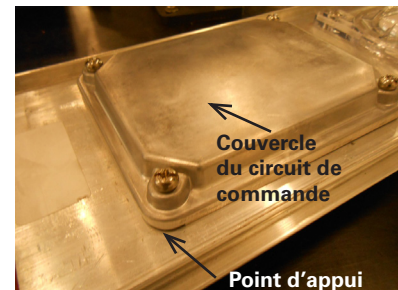

Figure 18
- Pour faciliter le retrait du couvercle, un point d'appui a été placé dans l'un des coins du couvercle. (Voir la figure 18.)
Après avoir décollé de l'autre côté des coussinets thermiques, assemblez le pilote avec le support, avec l'encoche tournée vers le côté de la carte LED et assemblez le boîtier à l'aide des vis d'alignement fournies dans le kit (voir Figure 18).
- Réinstallez le nouveau pilote dans le luminaire, en vous assurant que les fils de sortie des cartes LED sont bien rentrés dans le boîtier et que les fils d'entrée et de gradation sont placés dans le canal de câblage sous le pilote et acheminés vers la zone de câblage d'entrée (voir la figure 18).
- Assurez-vous que le pilote est en contact direct avec le boîtier du luminaire et qu'aucun fil n'est coincé entre le pilote et le boîtier. Fixez avec deux (2) vis avec le support du pilote et serrez à 5 po-lb. (0,6 N-m).